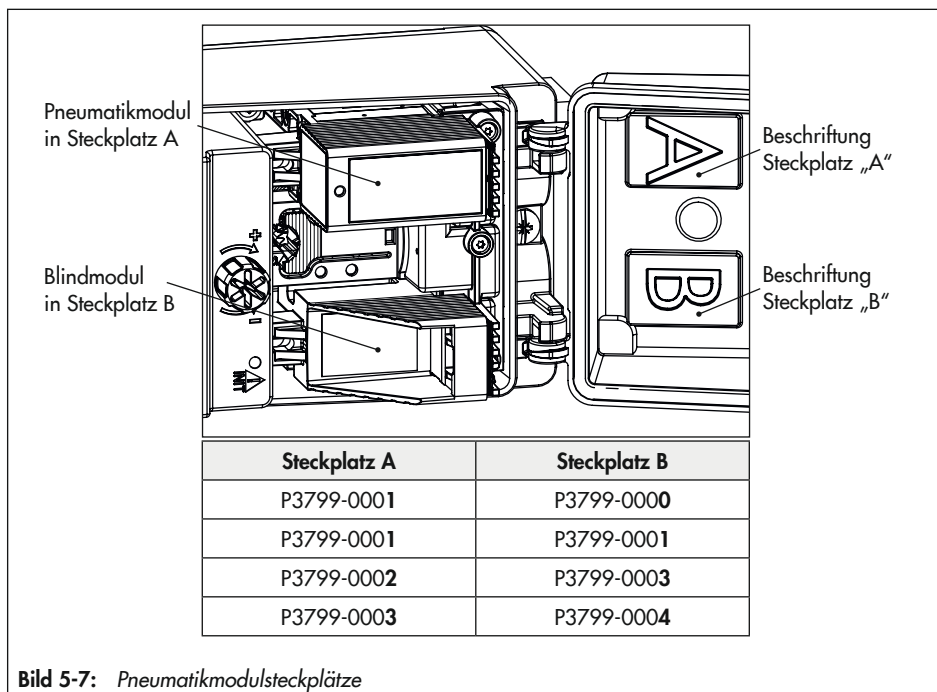

Bild 5-7: *Pneumatikmodulsteckplätze*
Für die Pneumatikmodule stehen im Stellungsregler zwei Steckplätze zur Verfügung, vgl. Bild 5-7.
1. Zulässige Kombinationen der Pneumatikmodule nach Bild 5-7 beachten.